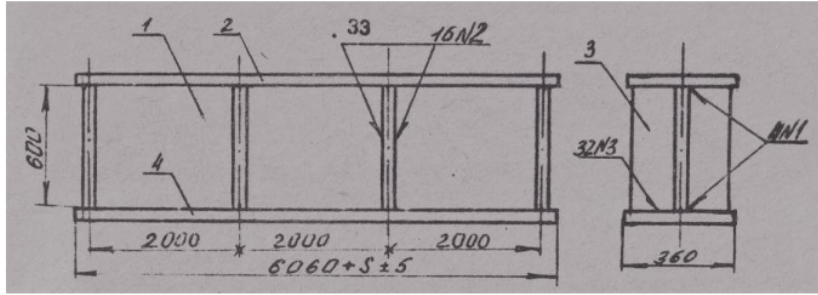

Рисунок 6 – Эскиз балки
6. Производство крупносерийное, годовой объем выпуска 700 шт. при двухсменной работе участка (Приложение 1, рисунок 6)